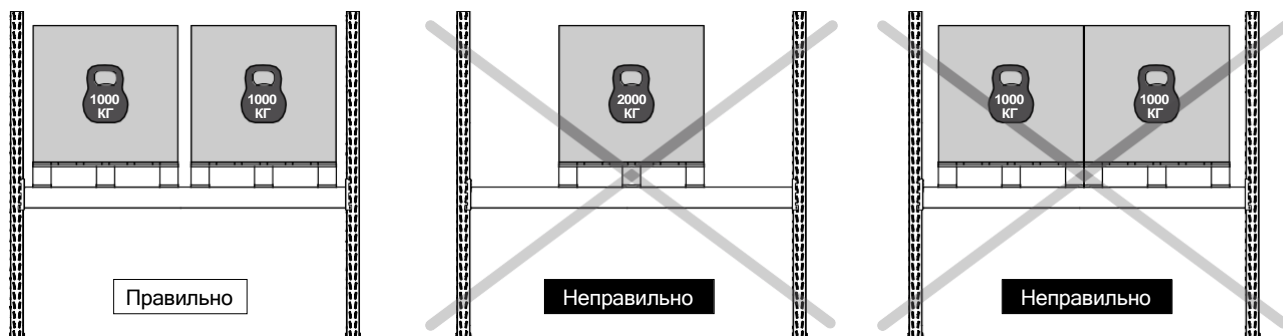

Рисунок 7 — Концентрация нагрузки
- Общая нагрузка на пару балок, образующих ярус хранения стеллажа, должна быть равномерно распределена. В случае изменения массы груза или смещения поддонов по отношению друг к другу происходит концентрация нагрузки в центральной части балок, что недопустимо (рис. 7).